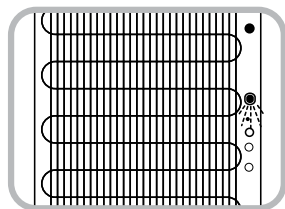

Fig.4
9. Gire en sentido contrario a las manijas del reloj la tapa de drenaje para abrirla y drene el agua de los tanques. No incline la unidad para drenar el agua. (Fig. 4)